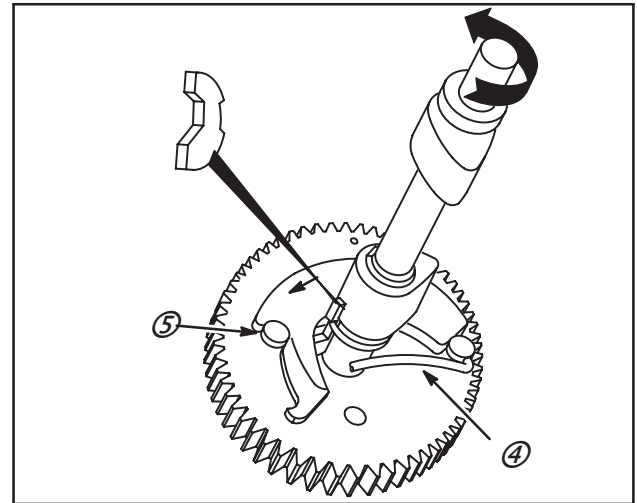

Fig. 10
3. Relâcher le levier. Le ressort (4) de celui-ci doit pousser la came contre la goupille épaulée (5), levant le basculeur en position démarrage, Fig. 10.